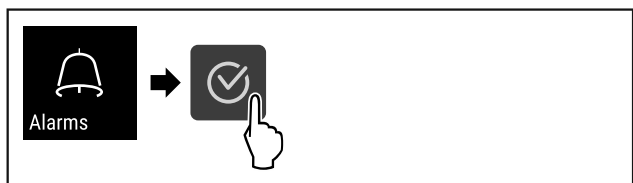

Fig. 139
- ▶ Suivre les étapes (voir Fig. 139) .